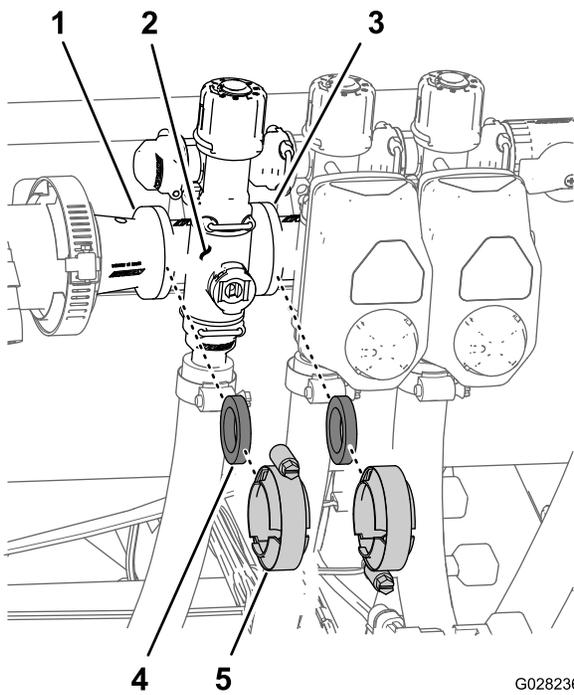

**Figure 113**
2. Déposez le collecteur de vanne d'agitation de la machine (Figure 113).